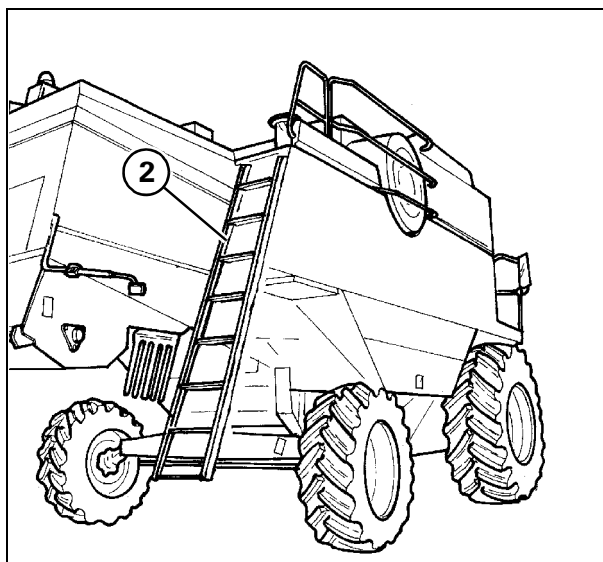

Рис. 91
- Соединить вместе педали тормоза фиксатором (1).
- Установить лестницу для доступа к двигателю (2 - Рис. 91) в положение для транспортировки.